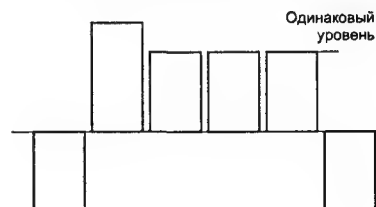

Рис. 15.6
3. В сервисном режиме регулируют параметр SUBCOL (находится в меню SERVICE) и добиваются одинакового размаха голубого, пурпурного и синего видеосигналов (см. рис. 15.6).